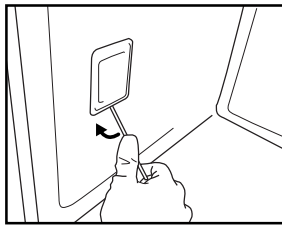

Fig. 7
3. Skub forsigtigt lampeglasset af med en skruetrækker (fig. 7).